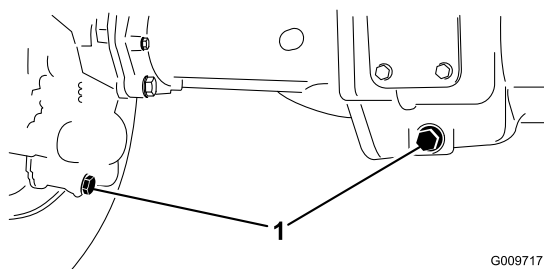

Figura 45
2. Pulite attorno ai tre tappi di spurgo, uno per lato ed uno in centro (Figura 45).